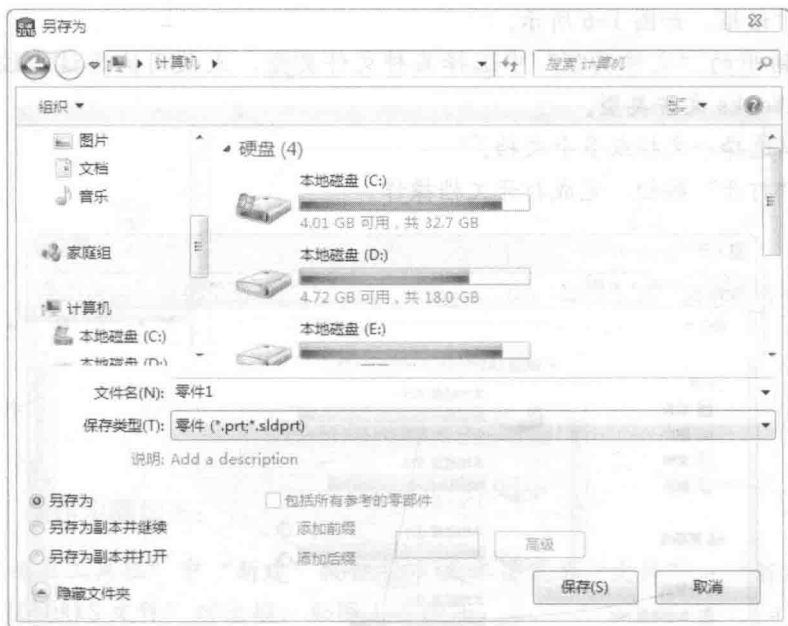

图 1-7 “另存为”对话框
- ◇ 单击“标准工具栏”中“保存”按钮, 或单击菜单“文件”→“保存”, 弹出“另存为”对话框, 如图 1-7 所示。